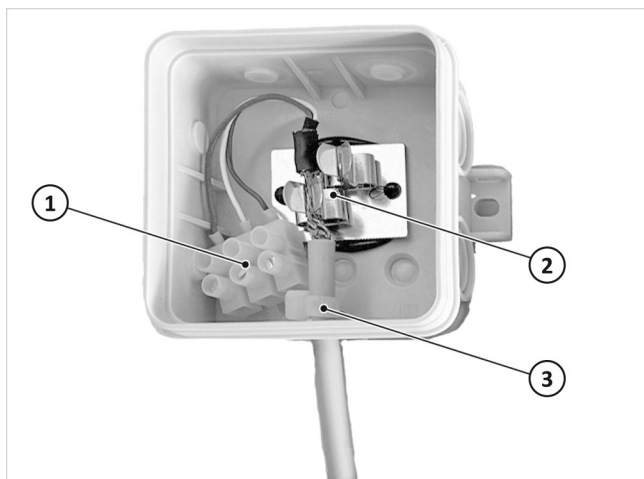

Abb. 112: Modbus-Verbindungsdose befestigen
7. Beiliegenden Kabelbinder zur Zugentlastung der Leitung zur Wärmepumpe wie in Abb. 112 (3) anlegen.